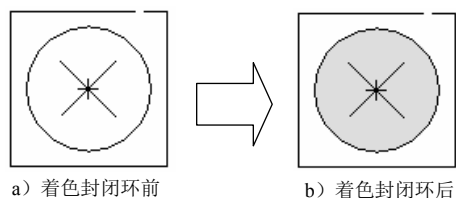

图 4.8.1 着色封闭环
Step2. 单击 **草绘** 功能选项卡 **检查** 区域中的  按钮，系统自动在图 4.8.1 所示的圆内侧填充颜色。